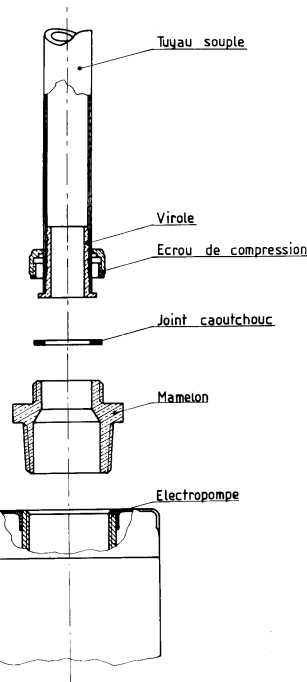

fig. 3
- Raccorder le tuyau de refoulement sur le mamelon. Visser le raccord, en s'assurant de sa bonne étanchéité. Pour cela, le joint caoutchouc doit être bien comprimé (fig.3).